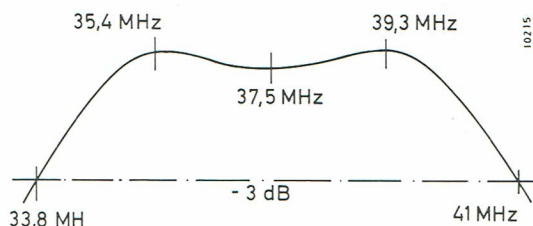

FIG. 13
- L 330 (T 313) pour obtenir la courbe fig. 13.